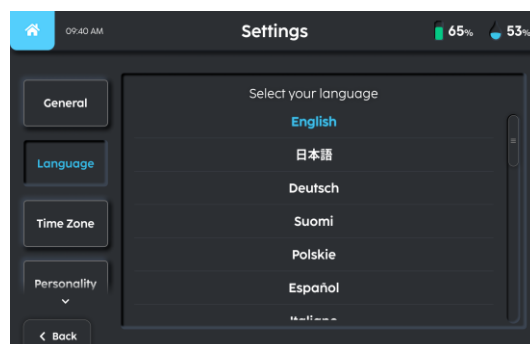

FIGURE 6-2
2. L'utilisateur peut changer la langue en cliquant sur l'onglet langue et en défilant dans la fenêtre des langues (Fig 6-2).